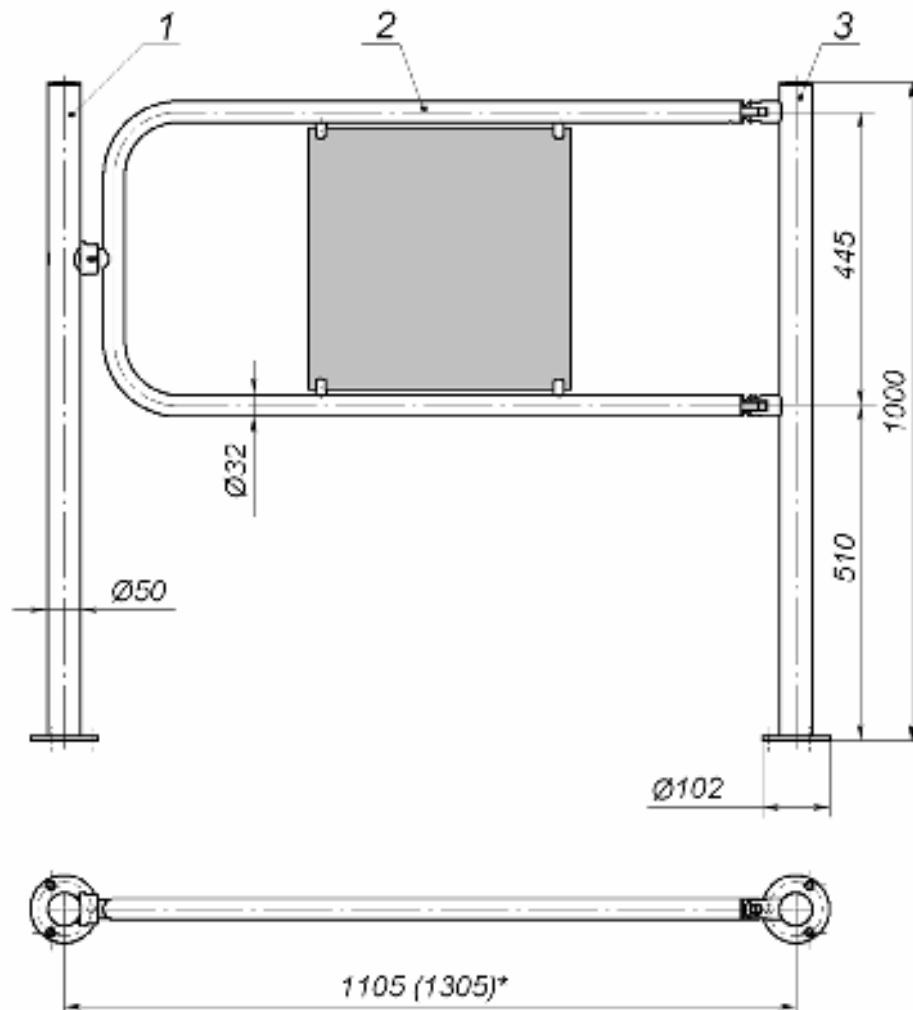

Рисунок 6 Автоматическая поворотная секция ограждения с электромагнитным УБ:
- **Поворотная секция ограждения**, предназначенная для формирования зоны прохода и организации аварийного выхода. Имеются две модификации – поворотная секция с механическим УБ (см. рисунок 4) и автоматическая поворотная секция с электромагнитным УБ (см. рисунок 6).